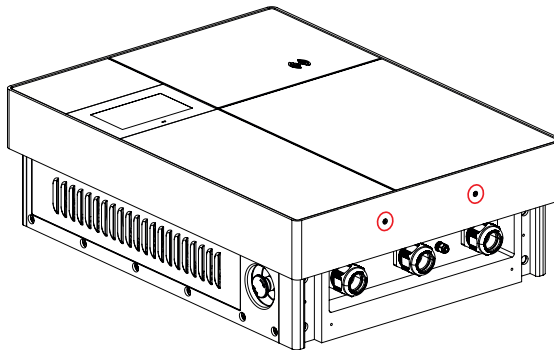

Bild 3: Schrauben unten am Metallrahmen
- Schrauben Sie die vier Allen-Schrauben oben am Schaltschrank und zwei unten am Schaltschrank ab. Siehe Bild 3 und 4.